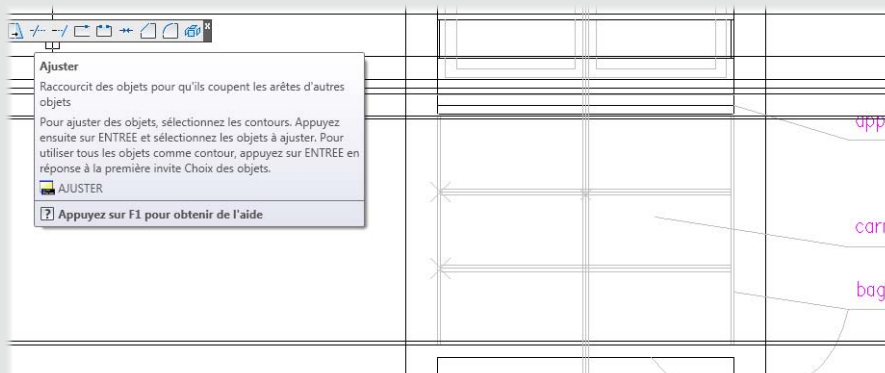

Figure 35
13. Enfin, afin de nettoyer le dessin de toutes ces lignes d'aide et des traits de construction temporaires, activons l'outil Ajuster (voir Figure 35).